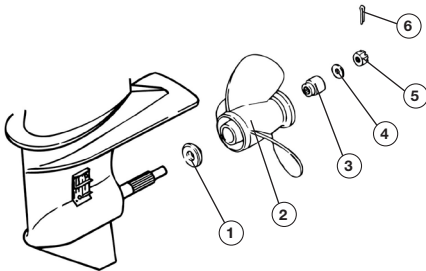

Рис. 56 Схема установки гребного винта
3. Открутите гайку 5 крепления винта и снимите шайбу 4 и втулку 3 (Рис. 56).
4. Сдвиньте и снимите гребной винт 2 с вала (Рис. 56).
5. Снимите с вала упорную шайбу 1 (Рис. 56).
2. Установите на вал упорную шайбу 1, гребной винт 2, втулку 3 и шайбу 4. Накрутите гайку 5 крепления гребного винта (Рис. 56).
4. Зафиксируйте гайку гребного винта с помощью шплинта 6 (Рис. 56), концы шплинта разогните.